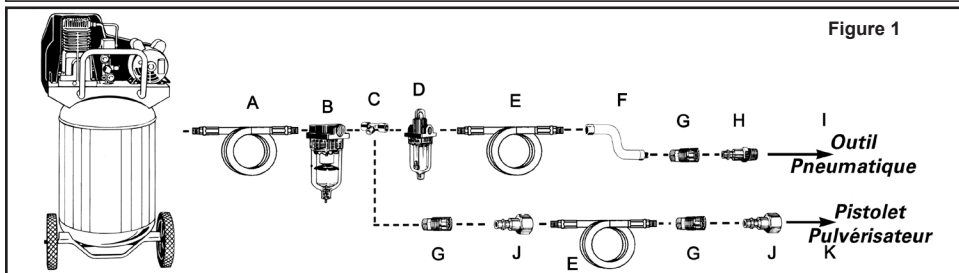

Figure 1
**REMARQUE : Il est recommandé d'utiliser un flexible de raccordement à pivot (P012-0079SP - non inclus) afin d'empêcher le tuyau flexible de s'entortiller ou de se plier et de prévenir son usage excessif (voir la Figure 1 pour les connexions recommandées).**
- Régler le bouton de commande de régulation (B) à la vitesse désirée.
Pour conserver le rendement optimal du moteur pneumatique, il faut le lubrifier à chaque utilisation. Des résidus de poussière, de saleté et d'huile se logeront à l'intérieur de l'outil et en réduiront le rendement. Un huilier sur canalisation est recommandé pour lubrifier automatiquement l'outil de façon adéquate (voir Figure 1). Si ce dispositif n'est pas disponible, il est possible de lubrifier l'outil manuellement par l'orifice d'admission (voir Figure 4).